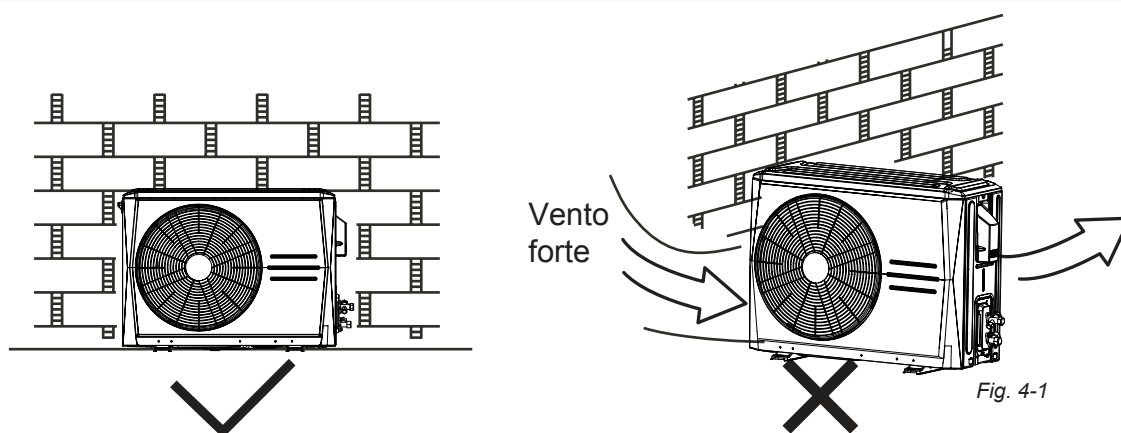

Fig. 4-1
- Ao instalar num local próximo do mar e num local alto onde sopra vento forte, instale a unidade contra uma parede ou utilize um defletor quando necessário para garantir que a unidade possa funcionar normalmente, consulte a Fig. 4-1. Especialmente no local com vento forte, preste atenção para não deixar o vento forte soprar de volta para a unidade.